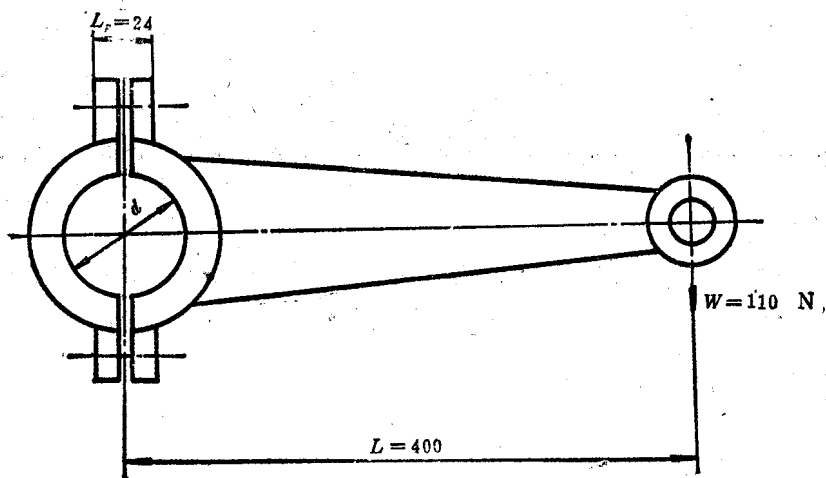

图 Z 3-1 夹紧联接螺栓
例 Z3-1 图 Z 3-1 为夹紧联接螺栓,(螺栓数目 $Z=2$)已知轴的直径 $d=50\text{ mm}$, $L=400\text{ mm}$,及 $W=110\text{ N}$,轴与毂间摩擦系数 $f_c=0.13$,试确定联接螺栓的直径和长度。联接尺寸 $L_f=24\text{ mm}$,可靠系数 K_n 取 1.3。
1. 如图 Z 3-1 示联接受旋转力矩 $T=W \cdot L$,夹紧联接是借助于两个螺栓拧紧后,毂(夹箍)与轴间产生的摩擦力传递旋转力矩。